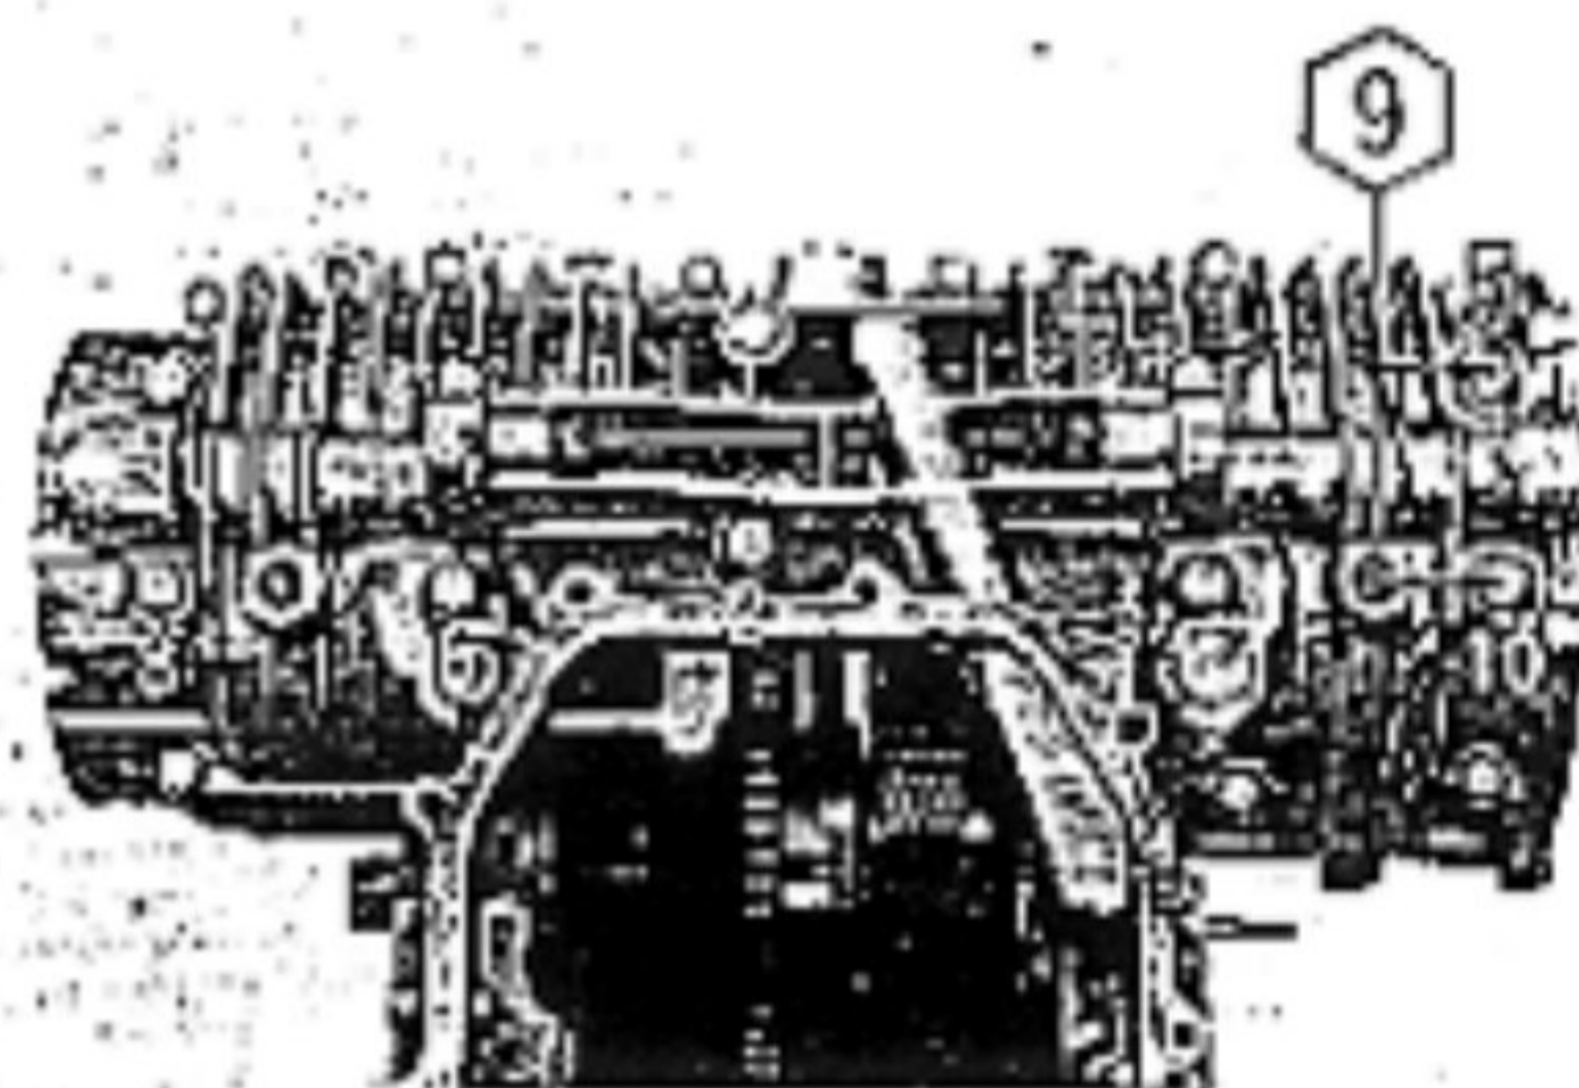

Fig. 3-101 Bulloni da 8 mm.
Tagliare un pezzo di filo plastigage della stessa lunghezza del perno che va misurato. Collocare il pezzo di filo sul cuscinetto parallelamente all'albero motore, montare l'albero e serrare i carter nel modo indicato in fig. 3-101.
2. Piazzare il motore in posizione rovesciata, tenendo bene uniti i due carter ed installare i dieci bulloni da 8 mm. Serrare i bulloni da 8 mm. nell'ordine indicato in fig. 3-101, fino a una coppia di 2,3-2,5 kgm. Quindi serrare i tredici bulloni da 6 mm. (fig. 3-102).